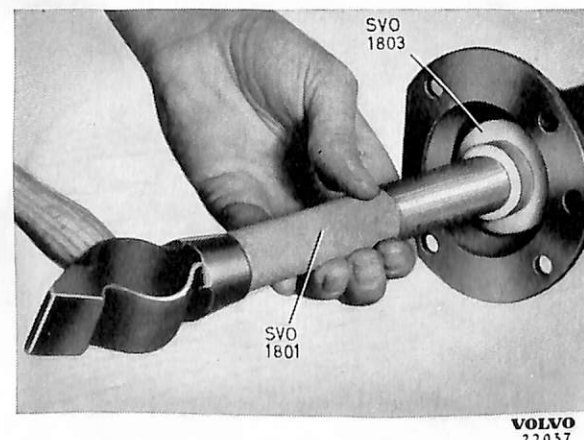

Bild 4. Mont. av tätningssring.
4. Driv in den nya tätningssringen. Se till att den drives i rätt. Använd verktyg SVO 1801 och SVO 1803, bild 4.